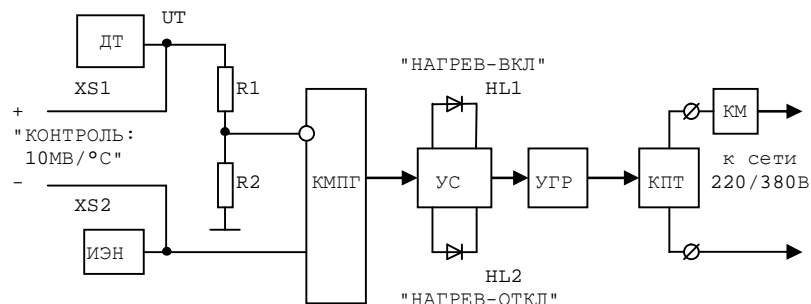

Рис.1. Функциональная схема ТР-1
4.1. Принцип действия ТР-1 поясняет функциональная схема, изображенная на рис.1.